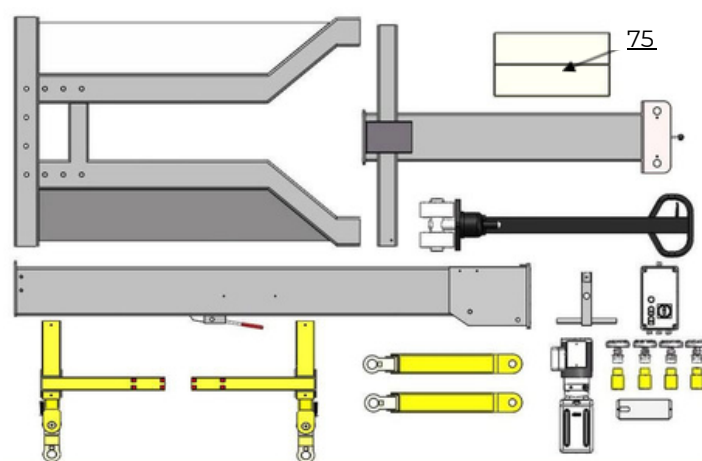

Fig.7
2. Remova a embalagem da máquina → Retire o rack da embalagem. 3. Afaste todas as peças e verifique de acordo com a lista de peças de remessa (consulte a Fig. 7)